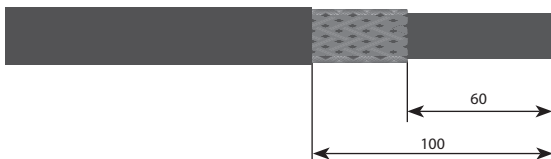

Рис. 1
5.1. Снять оболочку с каждого конца кабеля на длине 100 мм (рис. 1).
5.2. Расплести экранирующую оплетку на длине 60 мм и аккуратно обрезать расплетенную часть. Нерасплетенную часть сдвинуть к краю оболочки (рис. 1). Снять изоляцию на длине 60 мм (рис. 1).